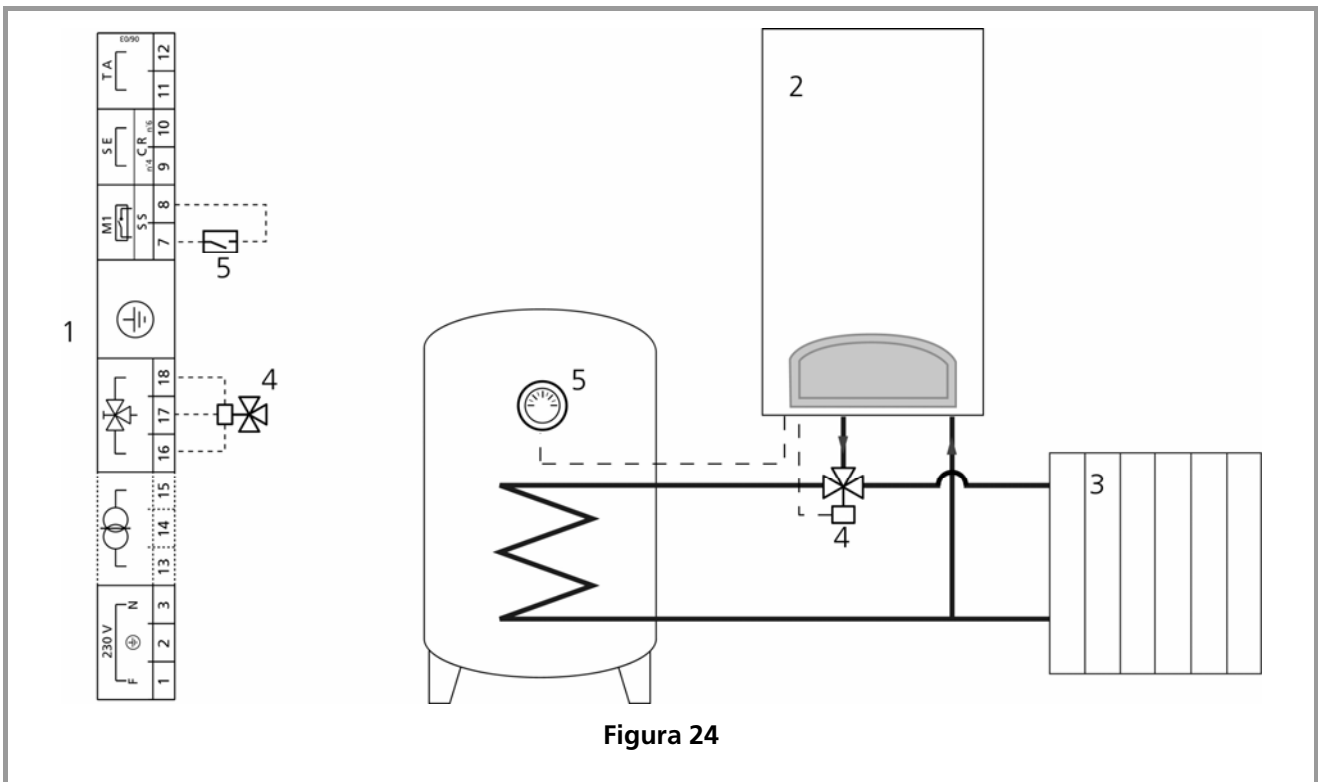

Figura 24
- realizzare il circuito idraulico rappresentato in Figura 24.